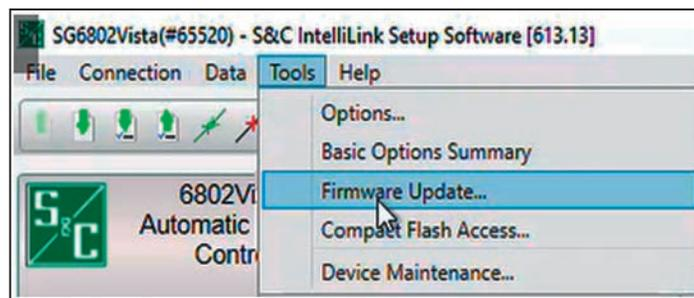

Figura 26. La opción de menú Tools/Firmware (Herramientas>Actualización) del firmware.
PASO 6. En el menú **Tools (Herramientas)** de la barra de menús, haga clic en la opción de menú **Firmware Update (Actualización del Firmware)**. Ver Figura 26.